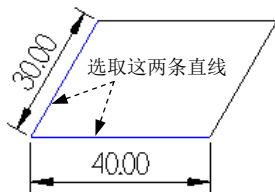

图 4.1.54 定义标注对象
Step3. 定义标注对象。在绘图区选取图 4.1.54 所示的两条直线为标注对象。